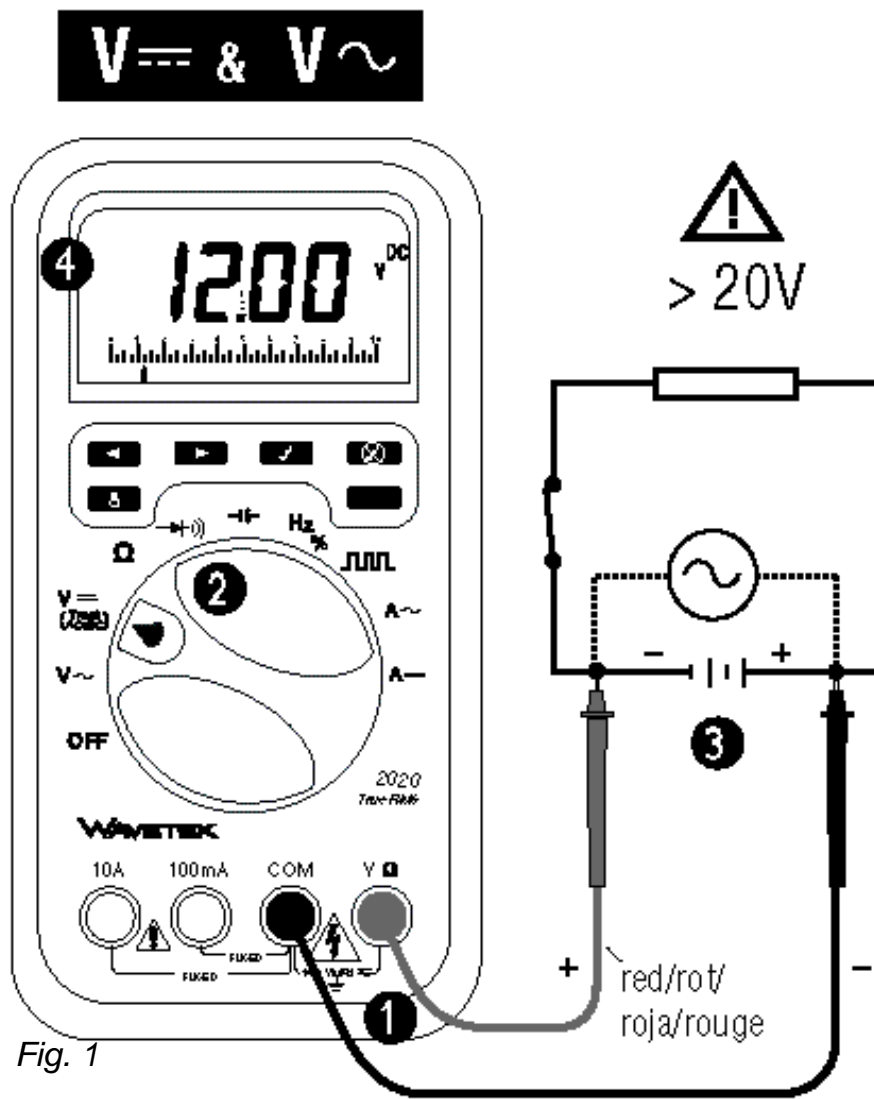

Fig. 1
DC AND AC VOLTAGE MEASUREMENT (See Fig. 1)
① Connect test leads as shown in figure 1. ② Turn function selector switch to $V\sim$ or $V=$. ③ Touch Probe tips across voltage source (in parallel with circuit). ④ Voltage value will appear on Digital Display along with the voltage polarity (for DC).
True RMS (AC + DC) Measurements: ① Connect test leads as shown in figure 1. ② Turn function selector switch to $V=$. Press second function key  to activate true RMS (AC + DC). The AC and DC symbols are displayed. ③ Continue as under step 3 above. The meter range locks for highest AC signal input. If the voltage is too high (OL displayed), select  and up range until a reading appears (see Menu Functions).
D • Gleich- und Wechselspannungsmessung (siehe Fig. 1)
E • Medidas de tensión CC y CA (vea Fig. 1)
True RMS (AC + DC) Measurements: ① Connect test leads as shown in figure 1. ② Turn function selector switch to $V_{=}$. Press second function key  to activate true RMS (AC + DC). The AC and DC symbols are displayed. ③ Continue as under step 3 above. The meter range locks for highest AC signal input. If the voltage is too high (OL displayed), select  **RNG** and up range until a reading appears (see Menu Functions).
F • Mesure de Tensions CC et CA (voir fig. 1)
① Connectez les câbles comme indiqué en figure 1. ② Placez le sélecteur sur VDC ($V_{=}$) ou VAC (V_{\sim}). ③ Connectez les pointes de touche au circuit – en parallèle avec la source de tension. ④ Lisez la valeur.
Mesure efficace vraie: Les modèles 2020 et 2030 sont des instruments à mesure efficace vraie avec couplage CA. Ils mesurent la valeur efficace vraie également de formes d'onde déformées en tension et en courant CA. La figure 1 montre l'évolution du facteur crête. Le facteur crête est la valeur crête divisée par la valeur efficace.
Mesure Efficace Vraie (CA + CC): ❶ Connectez les câbles comme indiqué en figure 1. ❷ Placez le sélecteur sur V_{RMS} . Pressez la seconde touche de fonction  pour activer la mesure efficace vraie (CA + CC). Les symboles AC (CA) et DC (CC) sont affichés. ❸ Continuez comme sous le point 3 plus haut. L'instrument bloque la gamme correspondante à la plus haute valeur d'entrée. Si, par la suite, la valeur d'entrée excède cette gamme (OL affiché), choisissez une gamme plus élevée avec la fonction  du menu (voir Fonctions de Menu, page xx).
True RMS (AC + DC) Measurements: ❶ Connect test leads as shown in figure 1. ❷ Turn function selector switch to A_{RMS} . Press second function key  to activate true RMS (AC + DC). The AC and DC symbols are displayed. ❸ Continue as under step 3 above. The meter range locks for highest AC signal input. If the current is too high (OL displayed), select  and up range until a reading appears (see Menu Functions). Eventually change from mA to A input (disconnect meter first).
True RMS (AC + DC) Measurements: ❶ Connect test leads as shown in figure 1. ❷ Turn function selector switch to A \equiv . Press second function key  to activate true RMS (AC + DC). The AC and DC symbols are displayed. ❸ Continue as under step 3 above. The meter range locks for highest AC signal input. If the current is too high (OL displayed), select \checkmark RNG and up range until a reading appears (see Menu Functions). Eventually change from mA to A input (disconnect meter first).
Mesure Efficace Vraie (CA + CC): ① Connectez les câbles comme indiqué en figure 1. ② Placez le sélecteur sur A $\overline{=}$. Pressez la seconde touche de fonction \blacksquare pour activer la mesure efficace vraie (CA + CC). Les symboles AC (CA) et DC (CC) sont affichés. ③ Continuez comme sous le point 3 plus haut. L'instrument bloque la gamme correspondante à la plus haute valeur d'entrée. Si, par la suite, la valeur d'entrée excède cette gamme (OL affiché), choisissez une gamme plus élevée avec la fonction \checkmark RNG du menu (voir Fonctions de Menu, page xx). Changez éventuellement de l'entrée 100mA vers l'entrée 10A (en déconnectant d'abord l'appareil).